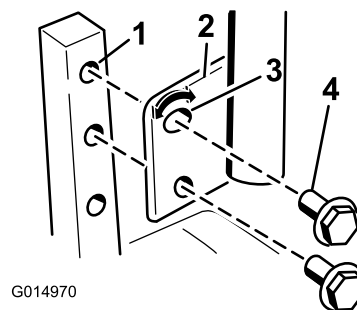

Figure 24
1. Retirez les 2 boulons qui fixent le levier de commande à l'arbre du bras de commande (Figure 24).
2. Placez le levier de commande dans les trous suivants. Fixez le levier avec les 2 boulons (Figure 24).
2. Desserrez le boulon inférieur jusqu'à ce qu'il soit possible de pivoter le levier de commande en avant ou en arrière (Figure 24). Serrez les deux boulons pour fixer la commande à sa nouvelle position.